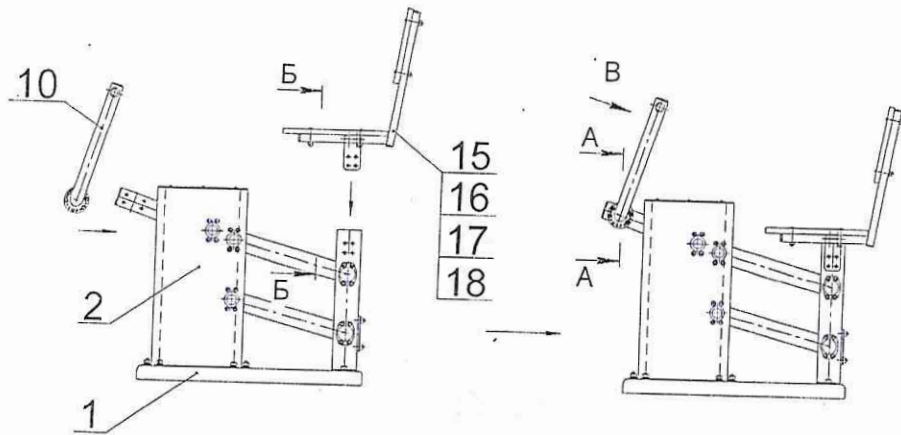

Рис.6
9.3.3 Произвести сборку тренажера (рис.6...10):